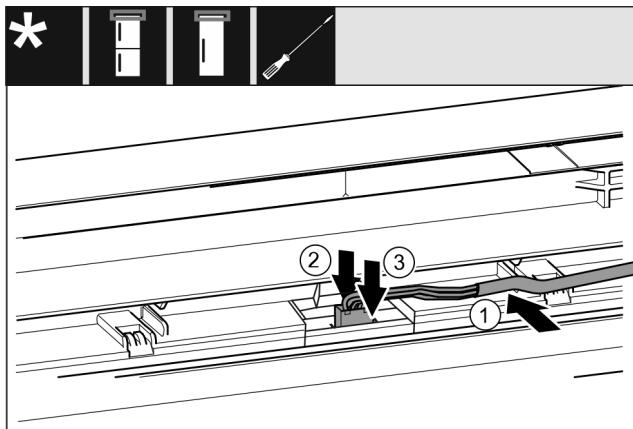

Fig. 44
- ▶ Τοποθετήστε το γκρι καλώδιο στον οδηγό στην επάνω πόρτα. Fig. 44 (1)
- ▶ Πιέστε την προεξοχή ασφάλισης προς τα πίσω. Fig. 44 (2)
- ▶ Κουμπώστε το φίξ. Fig. 44 (3)